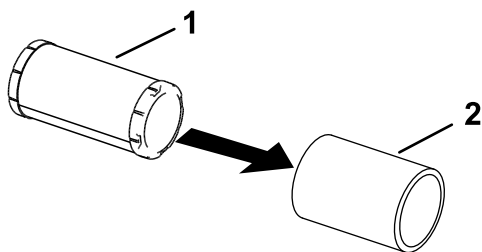

Рисунок 44
5. Отделите друг от друга элементы из пеноматериала и бумаги (Рисунок 44).